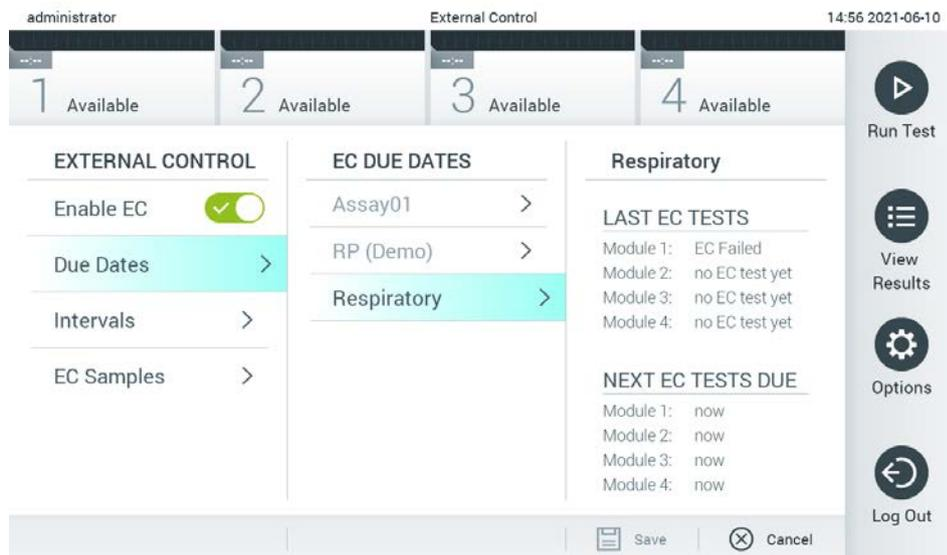

Figura 51. Schermata External Control Due Dates (Date di scadenza controllo esterno).
3. Selezionare **Due Dates** (Date scadenza) e poi un esame dall'elenco, per vedere quando è stato eseguito l'ultimo test External Control (Controllo esterno) per ogni esame e modulo analitico e quando scade il successivo test External Control (Controllo esterno) (Figura 51, pagina successiva).